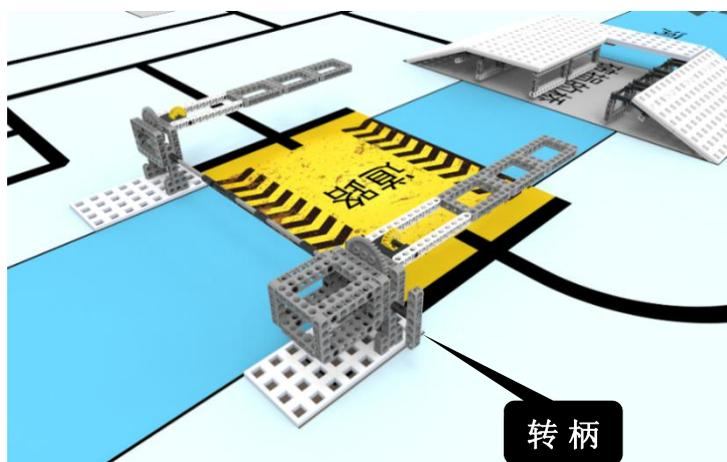

图 11 初始状态示意图
4.5.1 任务模型初始状态如图 11，机器人通过转动转柄，使安全门完全打开，即摇臂的旋转角度大于等于  $90^\circ$ 。